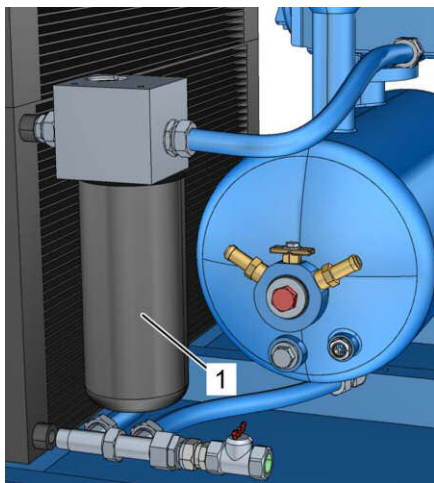

Рис. 41: Демонтаж фильтра охлаждающей жидкости
5. При помощи ленточного ключа отсоедините старый фильтр охлаждающей жидкости (Рис. 41/1) и извлеките его.
8. Ввинтите новый фильтр охлаждающей жидкости (Рис. 41/1) до упора.
9. Вручную подтяните новый фильтр охлаждающей жидкости (Рис. 41/1) на пол-оборота.